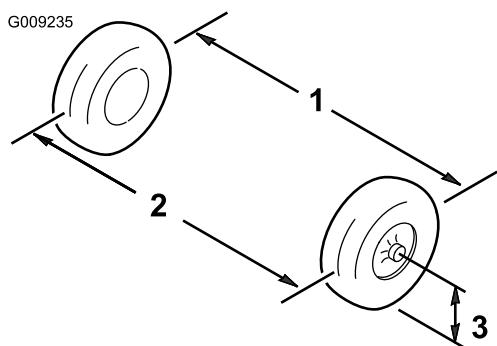

図 54
6. 前輪の前と後ろで、左右のタイヤの中央線距離を測る計測はアクスルの高さで行う(図 54)。